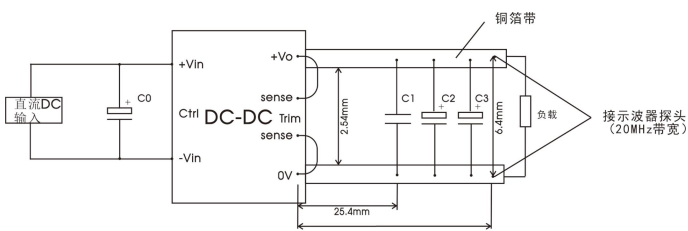

图 1
①遥控脚(Ctrl)控制引脚的电压是相对于输入引脚-Vin;
②纹波和噪声的测试方法参见图 1;
③引脚耐焊接温度非烙铁实际设定温度, 为良好焊接焊点所需的温度。客户实际设定温度需根据 PCB 厚度、覆铜大小差异, 烙铁功率、烙铁头选择不同综合设定。
所有该系列的 DC/DC 转换器在出厂前，都是按照下图 1 推荐的测试电路进行测试。